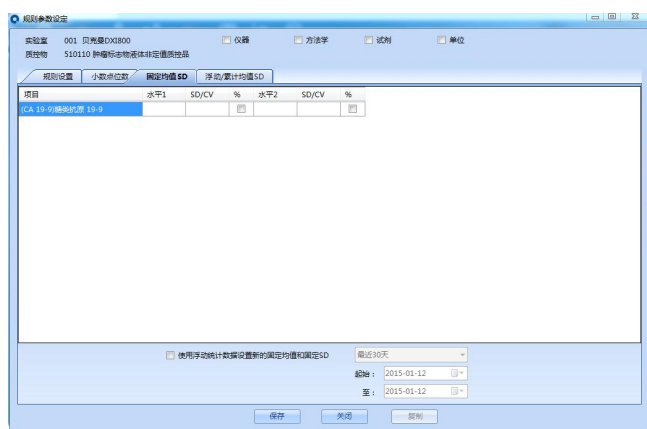

图 3 规则参数设定界面
昆涑 Q-expert™ 质量管理软件对质控参数提供了三种方式（见图 3），①固定均值/SD；②浮动均值/SD；③累积均值/SD。